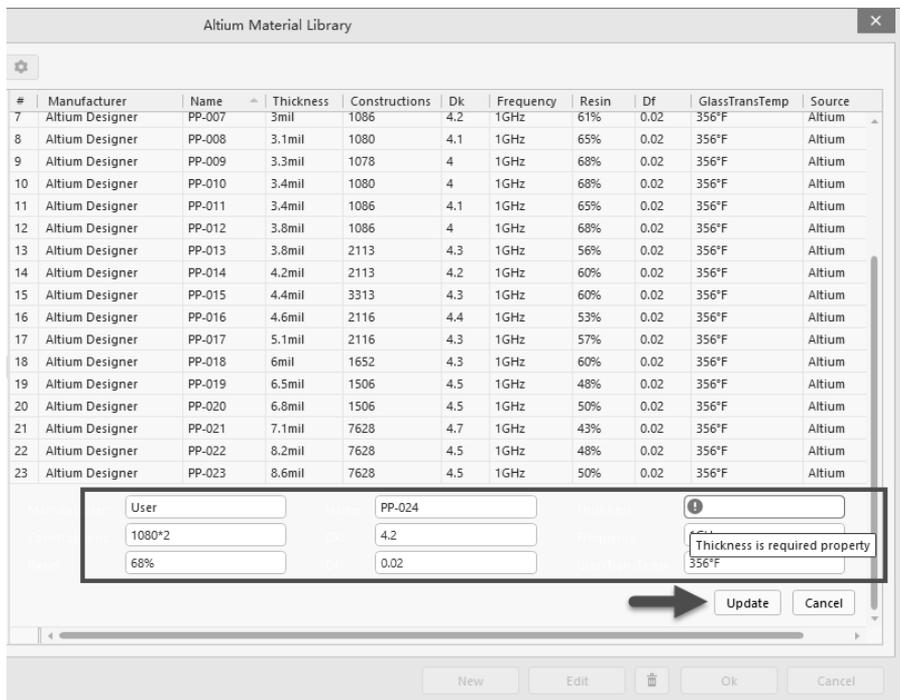

图 3-25 添加新材料
(4) 在 Altium Material Library 对话框中用户可通过单击 New 按钮添加需要的相关材料。单击 New 按钮, Altium Material Library 对话框下方会出现一些参数文本框, 如图 3-25 所示, 根据实际材料填写各个参数。若数据填写不准确, 文本框的红色警告会一直存在。